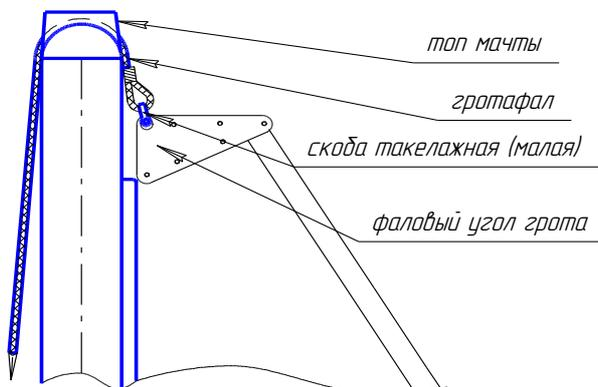

рис.14. Топ мачты.
1. Прикрепите фал подъема грота к фаловому (верхнему) углу грота такелажной скобой (рис.14).